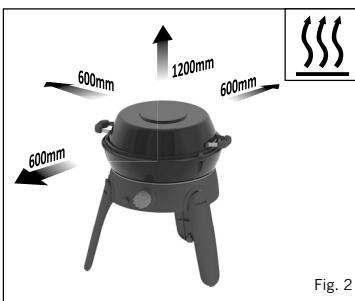

Fig. 2
- Este aparato debe mantenerse alejado de materiales inflamables durante su uso. Las distancias mínimas de seguridad son: Sobre el aparato 1,2 m. Detrás y a los costados 600 mm. (Ver la Fig. 2)
- Antes de conectar el suministro de gas, revise primero que la válvula del aparato esté en la posición de apagado, girando la perilla de control completamente en el sentido de las agujas del reloj (consulte la Fig. 2).
- Para colocar el recipiente de gas, revise primero que la válvula del aparato esté en la posición de apagado, girando la perilla de control completamente en el sentido de las agujas del reloj, hasta que se detenga (consulte la Fig. 2). Asegúrándose de que el recipiente de gas quede recto, atornille el recipiente a la válvula en el sentido de las agujas del reloj hasta que quede completamente enganchado, ajústelo sólo con la mano. Si el recipiente queda muy ajustado, puede dañar la válvula del mismo.